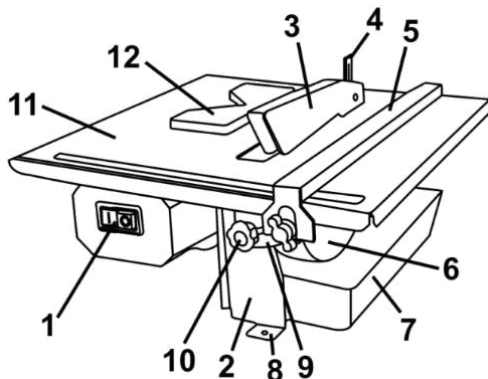

Рисунок 1
2.2.1 Плиткоріз електричний має в складі: основу (2) у вигляді трубчастої рами з опорами (8), поворотний робочий стіл (11) з запобіжником від заклинення (4), який має можливість нахилу відносно горизонту на заданий кут (до 45°) по шкалі (9) з фіксацією його в кутовому положенні фіксатором (10); асинхронний електродвигун змінного струму 220 В, 50 Гц; відрізний диск встановлений на валу двигуна; верхній захисний кожух відрізного диску (3); піддон з водою для охолодження відрізного диску (7); вимикач (1) з двома кнопками в одному корпусі – окремо на увімкнення та вимкнення; мережевий шнур з 3-х контактної вилкою для розеток з наявністю контакту захисного заземлення, – згідно рис.1. На робочому столі (11) нанесені розмірні шкали та розташовані направляючі для заготовок під час різі: подовжня напрямна планка (5) з можливістю перестановки і фіксації болтами на необхідному краю столу та позиціонуючий кутовий упор (12) для фіксації прямокутної плитки під час різі по діагоналі.